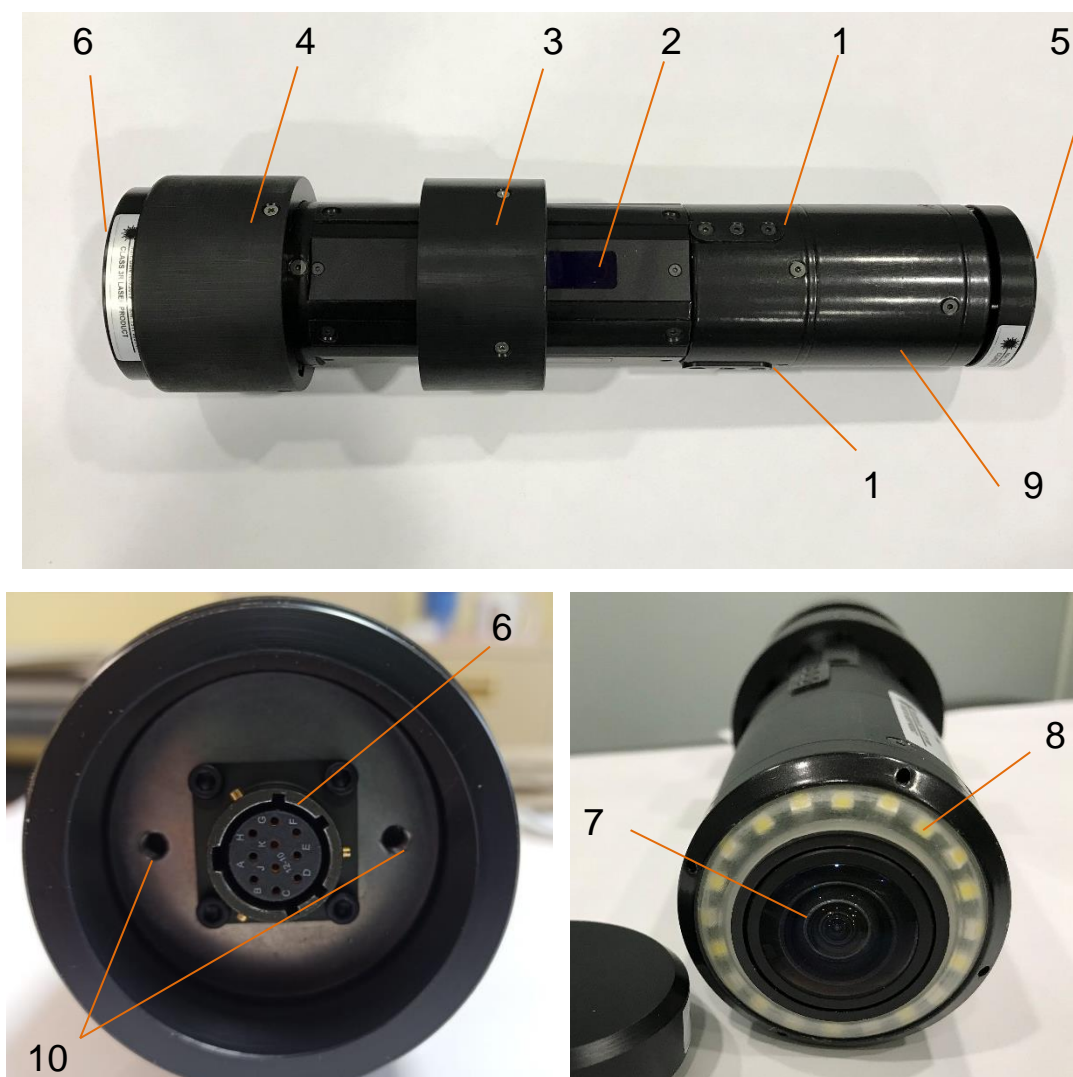

Рис.4 – Устройство зонда
Измерительный зонд (Рис.4) состоит из:
- совместите винты с отверстиями на зонде 10 рис.4;